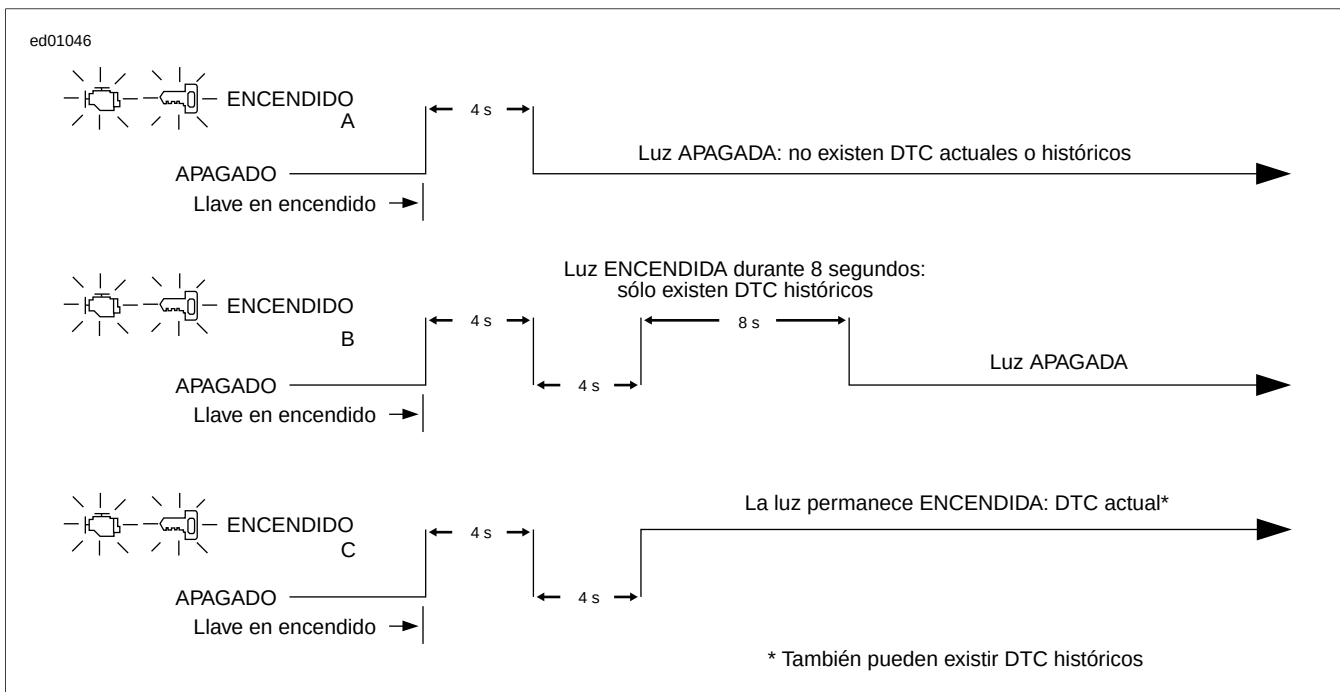

Figura 2-3. Operación de la luz de advertencia del motor y de la luz de seguridad
1. Vea Figura 2-3. Cuando la luz de advertencia del motor se apaga después del primer período de cuatro segundos, puede ocurrir uno de tres eventos:
1. Vea Figura 2-3. Cuando la luz de seguridad se apaga después del primer período de iluminación de cuatro segundos, puede ocurrir uno de tres eventos: